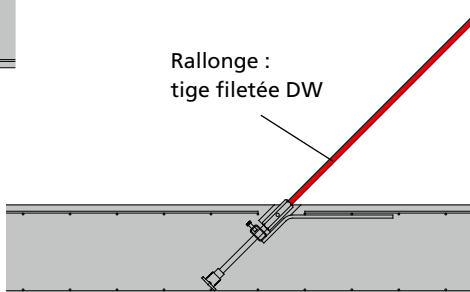

Fig. 16.3
3. Visser ensuite la rallonge (tige filetée DW) sur l'écrou liaison à 6 pans DW ; la rallonge peut alors servir d'ancrage pour la ferme de butonnage (fig. 16.3 à 16.4).